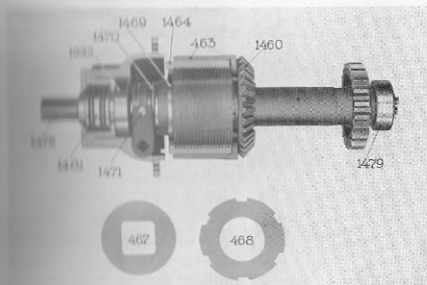

Fig. 71.
På den närmast motorn i växellådan lagrade axeln, *lamellkopplingsaxeln* (1475, se fig. 71), är *lamellkopplingen* monterad. Den består av följande delar:
- a) att stoppskruvarna för metallbussningen i kugghjulet (1460, se fig. 71), äro låsta med tråd,